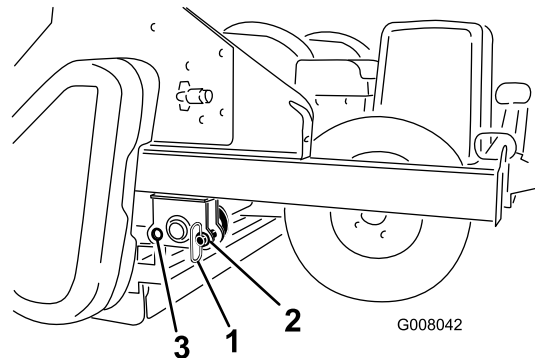

Figura 20
7. Rimuovete i perni di rimessaggio dalla posizione del foro anteriore ed inseriteli nella posizione del foro posteriore durante l'utilizzo (Figura 20).